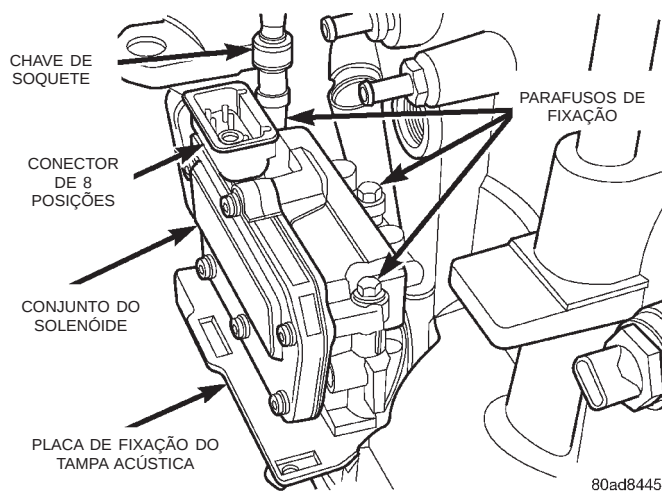

Fig. 59 Remoção do Jogo do Solenóide
- (1) Remova os sensores de rotação de entrada e saída.
- (2) Remova o jogo de solenóide da transmissão (Fig. 59).